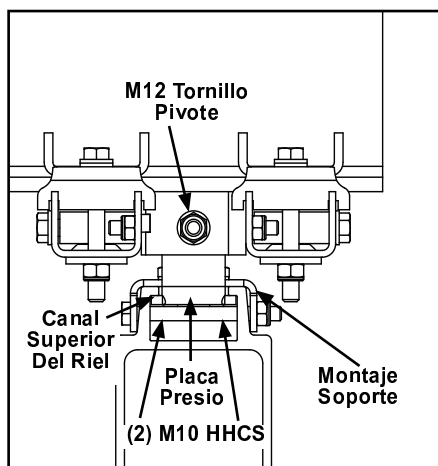

Figura 3-30
- Paso 1. Remueva tornillos pasados. Deslice soporte de montaje de riel sobre canal de soportes y placa de presión dentro de canal de soportes arriba del Riel. Posicione en base a diseño. Vea Figura 3-30.